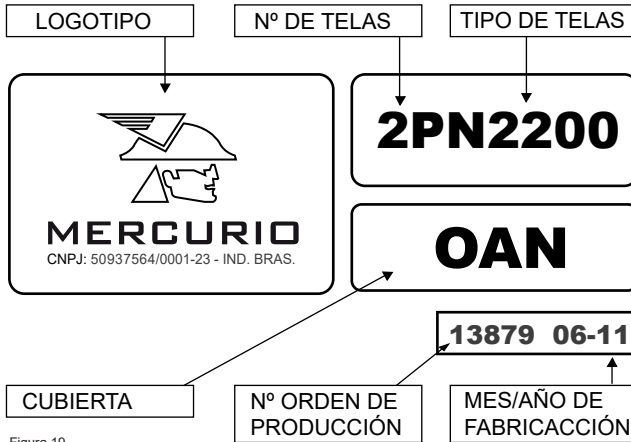

Figura 19
- b) Si fuere de Mercurio, busque el grabado en relieve que contiene el N° de la OP (La Orden de Producción es un documento interno que contiene todo el historial de fabricación del producto). A pesar de poder haber variaciones sobre el tipo de grabado, el N° de la OP siempre estará presente en el sello. Vea la figura 19.